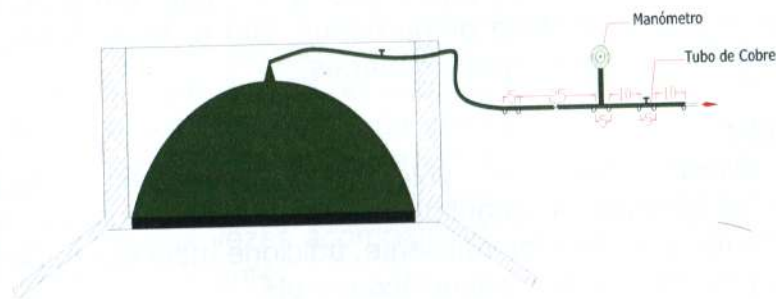

Fig.1: Instalação do equipamento
- 1) Ligue a saída do gás do digestor ao equipamento de teste DALMUK com as torneiras 1 e 2 abertas e sem o tubo de cobre para expelir todo o ar do sistema (Ver a Fig. 1 e 2).